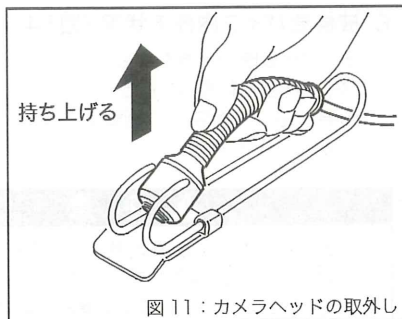

図11：カメラヘッドの取外し
4. カメラヘッドの取り出し (図11)
- カメラヘッドを図11のように持ち上げ、カメラヘッドホルダーから取り出してください。